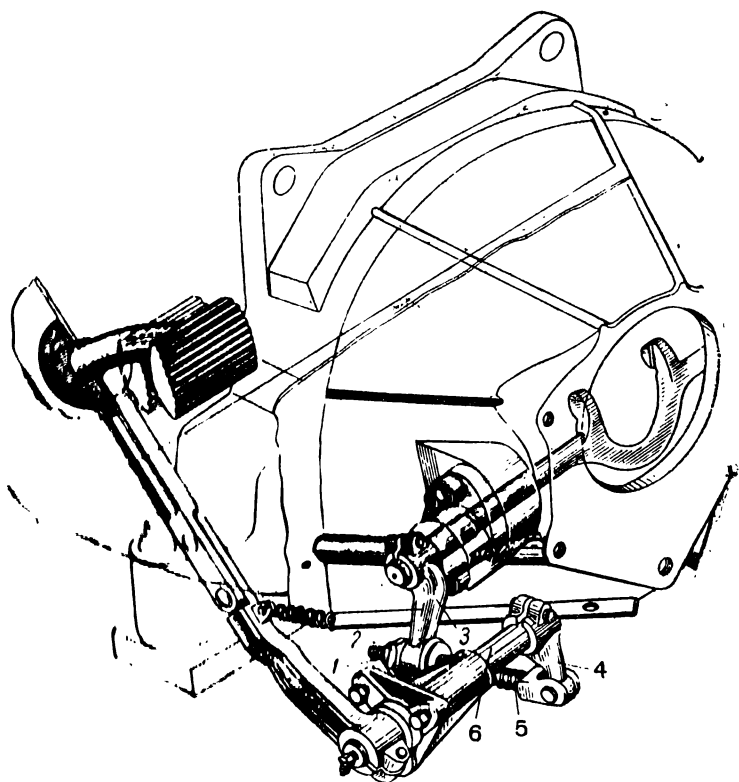

Рис. 29
Задание 71. I. Привод сцепления какого автомобиля изображен на рис. 29?
IV. Какими цифрами (рис. 29) обозначены вал педали сцепления, рычаг вала, тяга, рычаг вилки выключения?
V. Какие детали (рис. 29) обозначены цифрами 1 и 2?
VI. При нажатии на педаль рычаг 3 (рис. 29) поворачивает вал с вилкой вокруг своей оси по часовой стрелке или против нее?